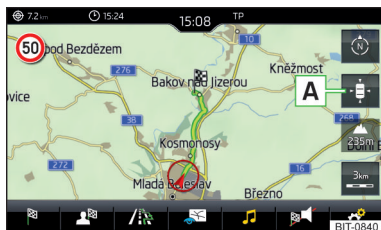

Fig. 231
► Pour **centrer la carte** appuyez sur la touche **A** » fig. 231.